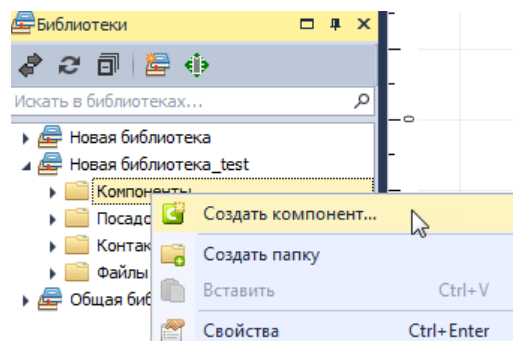

Рис. 203 Создание компонента
5. Вызвать контекстное меню для выбранной папки и активизировать пункт «создать компонент», см. Рис. 203.